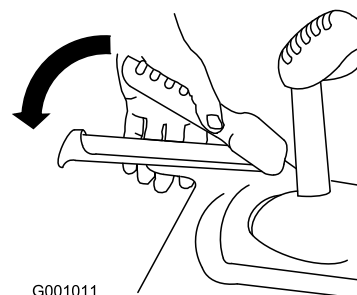

Figura 18
1. Per innestare la trazione, premete la leva sinistra (della trazione) contro l'impugnatura (Figura 18).